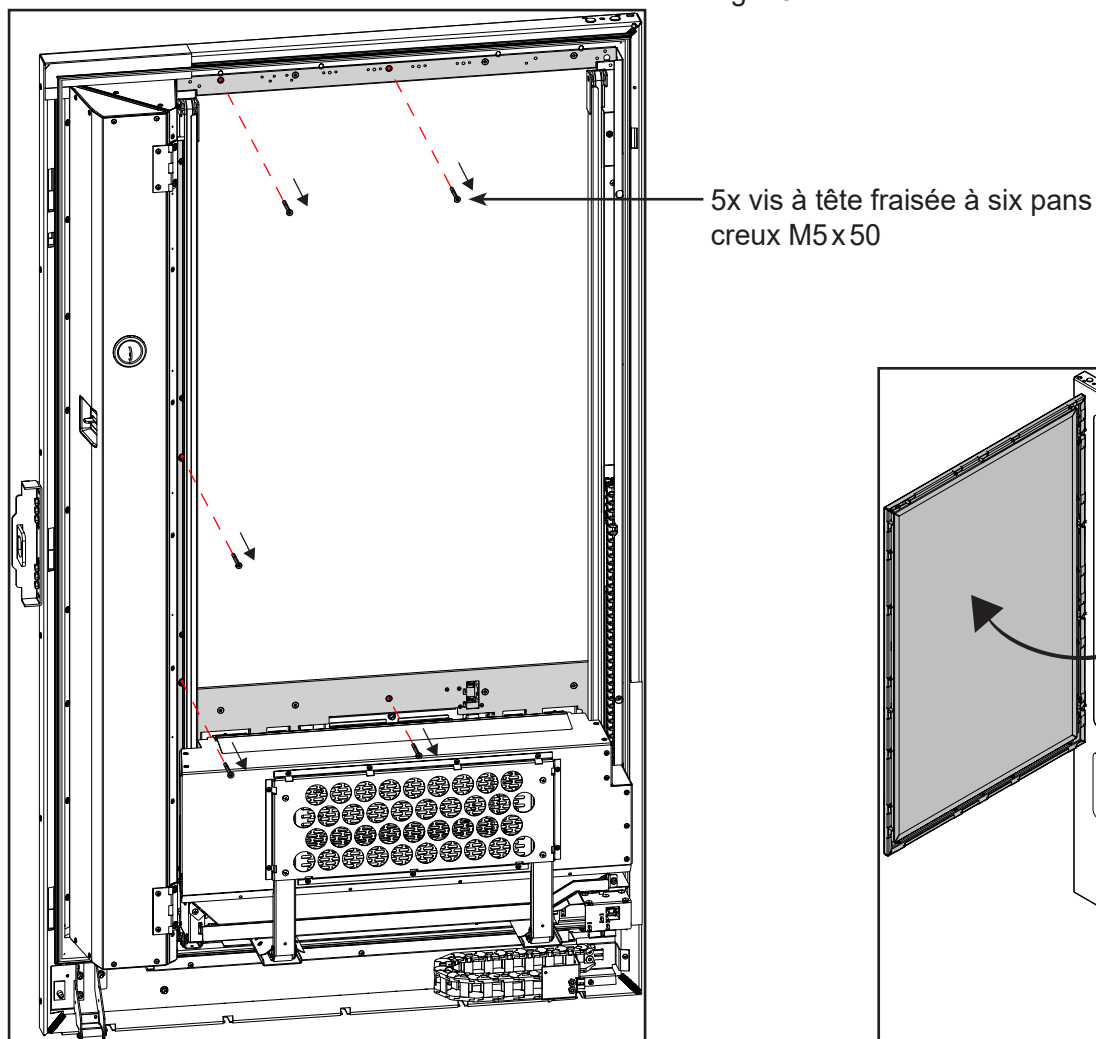

Fig. 11
4. Déposer les 5 vis à tête fraisée à six pans creux M5x50 (fig. 11).